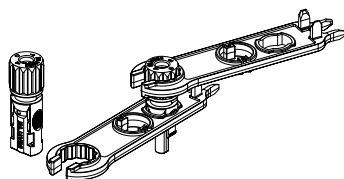

Рис. 3.5. Разъём с навинченной гайкой
c) Вставьте контакт в корпус разъёма и до конца навинтите гайку (рис. 3.5).